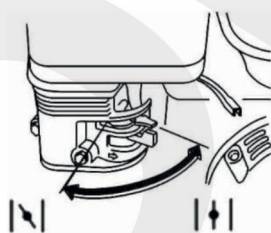

Рис. 3
- Установите рычаг воздушной заслонки в положение "закрыто" (I). (Рис. 3)
• По мере прогрева двигателя постепенно переведите рычаг управления воздушной заслонки в положение “Работа” (↑↑) (Рис. 3). При эксплуатации затирочной машины этот рычаг должен находиться в этом положении.